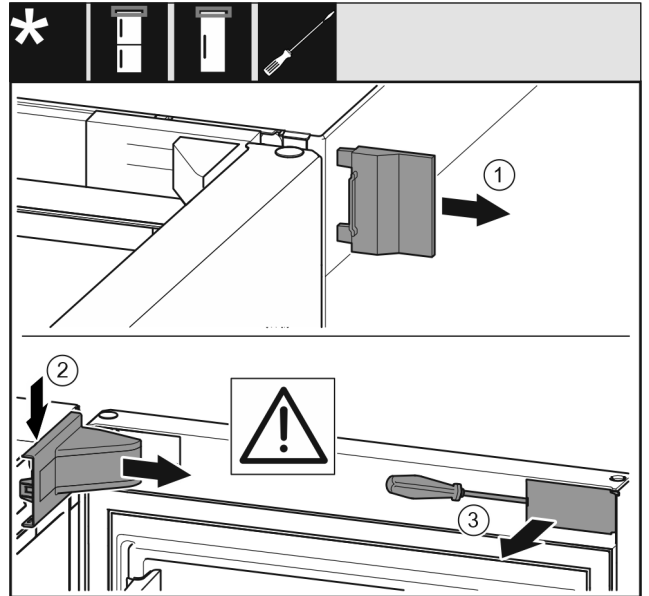

Fig. 6
- ▶ Noņemiet ārējo pārsegu. Fig. 6 (1)
- ▶ Atbrīvojiet un atvienojiet gultņa balsta pārsegu. Noņemiet gultņa balsta pārsegu. Fig. 6 (2)
- ▶ Atbrīvojiet aizsegu ar plakano skrūvgriezi un pagrieziet uz sāniem. Fig. 6 (3)